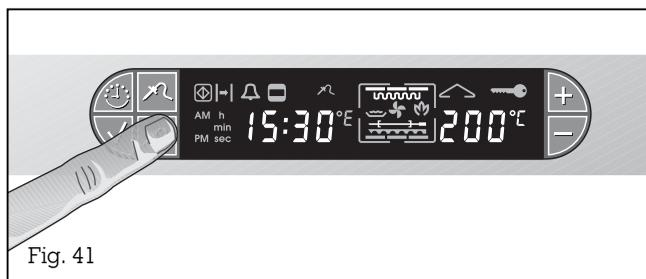

Fig. 41
- Appuyez sur la touche  (broche) (fig. 41).